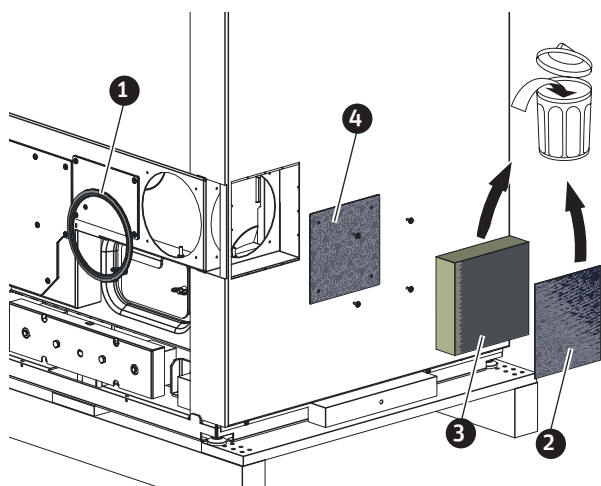
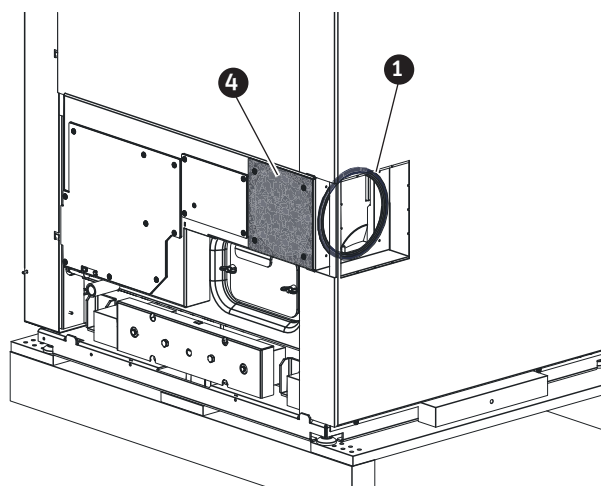

Fig. 29
Fig. 30
- ▶ Rimuovere la guarnizione [1] per l'attacco Polo Kal (Ø 160 mm / DN 150) dal lato destro – Fig. 29.
- ▶ Rimuovere la prepunzonatura [2] e l'isolante [3] nella parete posteriore della caldaia e smaltirli in modo adeguato in quanto non più necessari – Fig. 29.
- ▶ Togliere i coperchi [4] sul retro (Fig. 29) e rimontarli sul lato destro – Fig. 30.
- ▶ Rimontare la guarnizione [1] per l'attacco Polo Kal posteriore – Fig. 30.